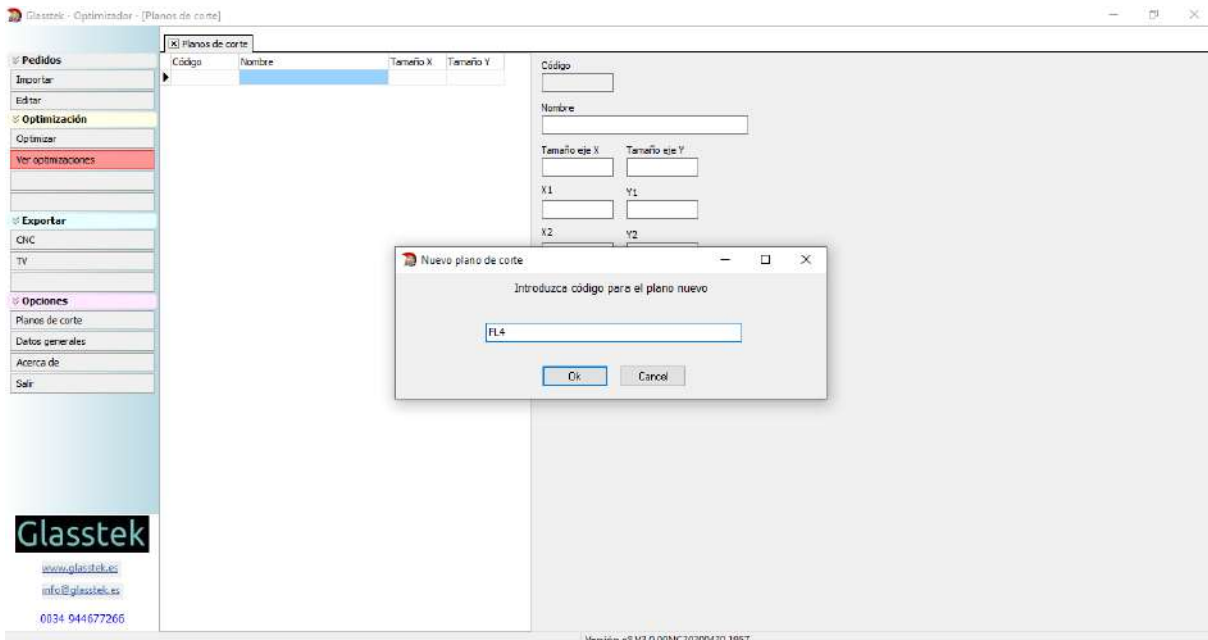

Imagen 9
- **Código:** Se refiere al código de tipo de vidrio, si utilizamos un float de 4 mm podemos introducir FL4, si utilizamos un laminado 3+3 podemos introducir LAM3+3, en el ejemplo utilizaremos **FL4** (imagen 9)